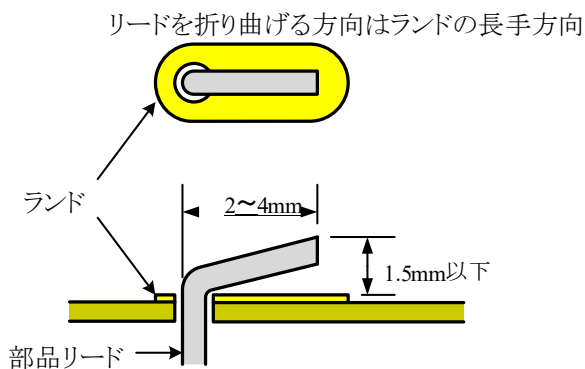

図11 部品リードの折り曲げ
- ⑤ LED (LED2~4), 積層セラミックコンデンサ (C1~C3), フィルムコンデンサ (C4~C6), 炭素皮膜抵抗器 (R1~R18, R21) のリードは、プリント基板に挿入した後、ランドにはほぼ密着させて折り曲げ、ランドの周囲を基準として切断する。折り曲げる方向は、長丸ランドの長手方向とする。折り曲げの寸法を図11に示す。